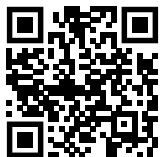

Fig. 122
- ▶ Atverkite Liebherr SmartMonitoring Dashboard. (žr. Fig. 122)